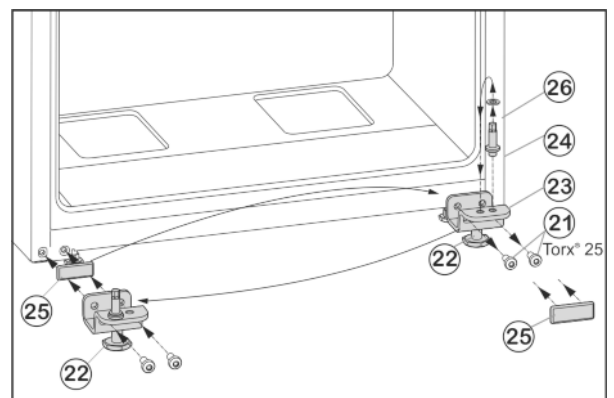

Fig. 7
- ▶ Bevestigingsschroeven Fig. 7 (21) losschroeven.
- ▶ Onderste scharnierplaat Fig. 7 (23) volledig met scharnierbouten Fig. 7 (24), schijf Fig. 7 (26) en stelvoet Fig. 7 (22), verwijderen.
- ▶ Scharnierbouten Fig. 7 (24) volledig met schijf Fig. 7 (26) losschroeven, terugplaatsen in het tegenoverliggende opnamemat van de scharnierplaat en weer vastschroeven.
- ▶ Afdekplaat Fig. 7 (25) voorzichtig verwijderen en terugplaatsen op de andere zijde.
- ▶ Onderste scharnierplaat Fig. 7 (23) volledig met scharnierbouten Fig. 7 (24), schijf Fig. 7 (26) en stelvoet Fig. 7 (22) weer op de nieuwe scharnierzijde evt. met behulp van een accuboormachine **vastschroeven (met 4 Nm)**.
- ▶ Deur van bovenaf op de scharnierbouten Fig. 7 (24) plaatsen.
- ▶ Stelvoet Fig. 7 (22) uit de onderste scharnierplaat Fig. 7 (23) draaien totdat deze op de grond ligt.